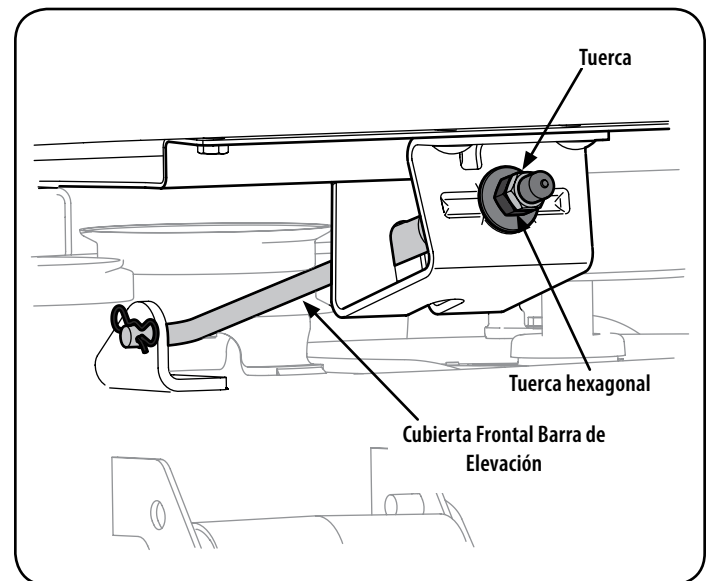

Figura 12
5. Con una llave, afloje la tuerca de seguridad en primer lugar, a continuación, subir o bajar la parte delantera de la cubierta girando la tuerca hexagonal de la varilla de elevación de la plataforma frontal. Ver Figura 12.